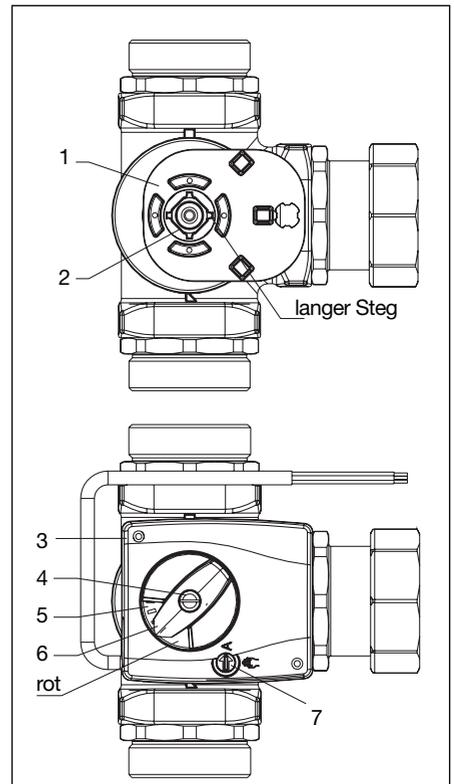

Abb. 5.2 Montage 3-Wege-Mischhahn DN 40 / DN 50
- Verdrehsicherung (1) gemäß Abbildung 5.2 auf dem Mischergehäuse montieren.
- Adapter (2) bis zum Anschlag auf das Mischerküken stecken. Abflachung beachten!
- Betriebsschalter (7) auf Handbetrieb stellen.
- Drehrichtungsanzeige (5) mit rotem Feld nach unten auf den Stellmotor (3) legen.
- Handverstellgriff (6) auf die Mischerachse stecken.